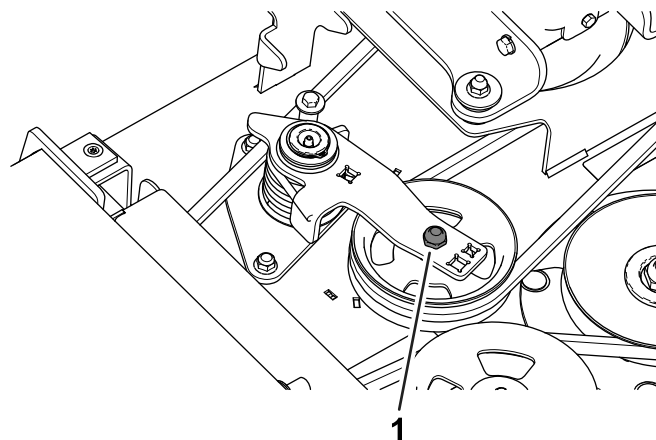

Рисунок 27
- Используя динамометрический ключ или аналогичный инструмент, отодвиньте натяжной ролик (Рисунок 27) от ремня привода, чтобы ослабить ремень и снять его со шкивов редуктора.